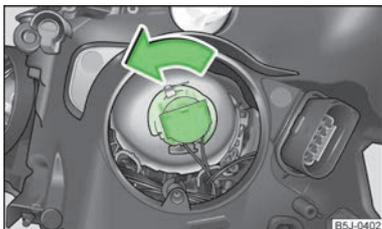

Fig. 145
- Girar el conector con la bombilla hasta la tope en el sentido contrario al de las agujas del reloj y retirarlo » fig. 145.